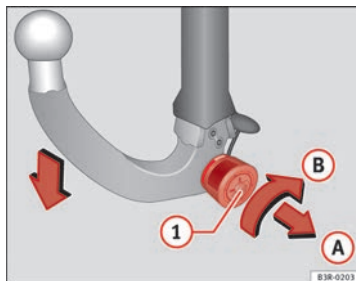

Abb. 159 Abnehmbare Anhängervorrichtung: Kugelstange abbauen
- Stecken Sie den Schlüssel in das Schloss **1** ⇒ Abb. 159 am Handrad.